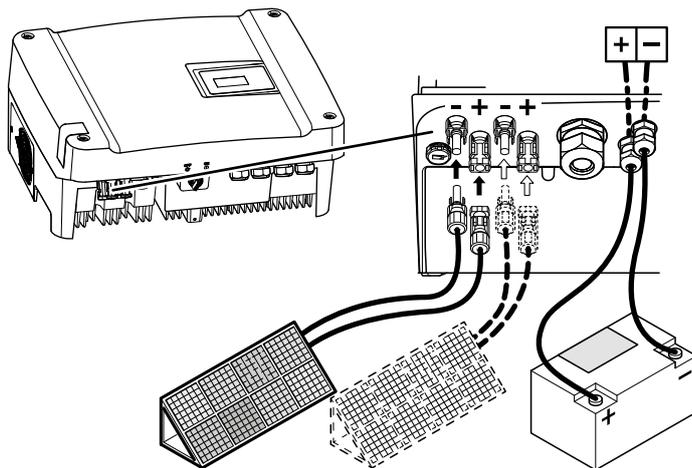

Abb. 31: Übersicht DC-Anschlüsse
9. Die Buchsen und Stecker der DC-Strings am Wechselrichter einstecken. **☑ Abb. 31**